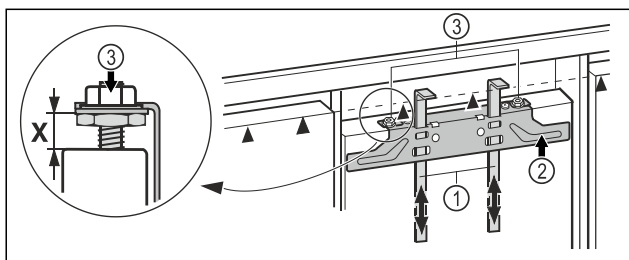

Fig. 44
- Podignite montažna pomagala Fig. 44 (1) na visinu vrata namještaja. Donji rub graničnika ▲ montažnog pomagala = gornji rub vrata namještaja koja treba montirati.
- Odvrnite pričvrсну poprečnu letvicu Fig. 44 (2) s pomoću protumatica Fig. 44 (3).